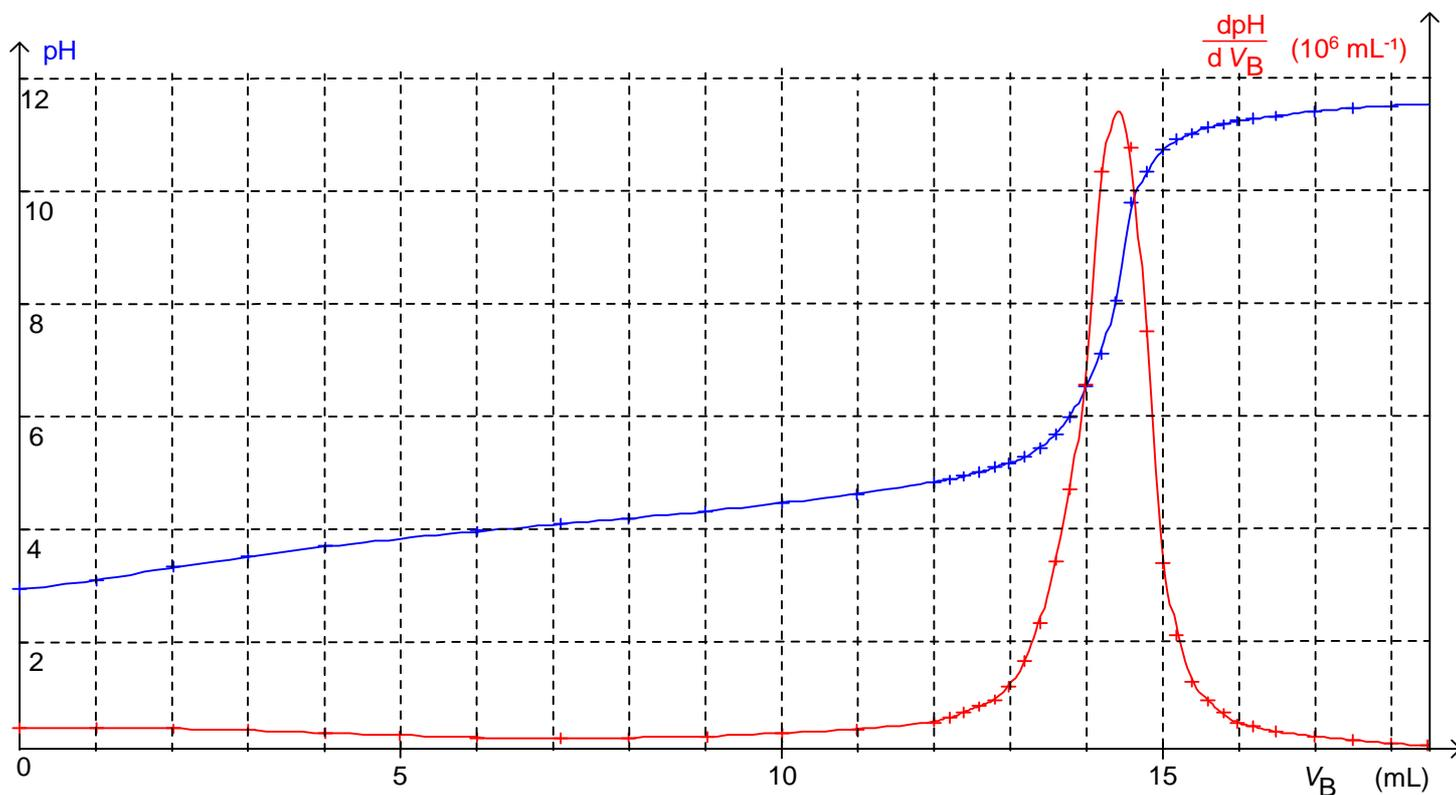

Figure A2. Courbes d'évolution de pH et de $\frac{dpH}{dV_B}$ en fonction du volume V_B de solution d'hydroxyde de sodium versé
On obtient la courbe de **LA FIGURE A2 DE L'ANNEXE**.
- 2.2.2. Déterminer graphiquement **SUR LA FIGURE A2 DE L'ANNEXE**, le volume V_E de solution d'hydroxyde de sodium versé à l'équivalence.